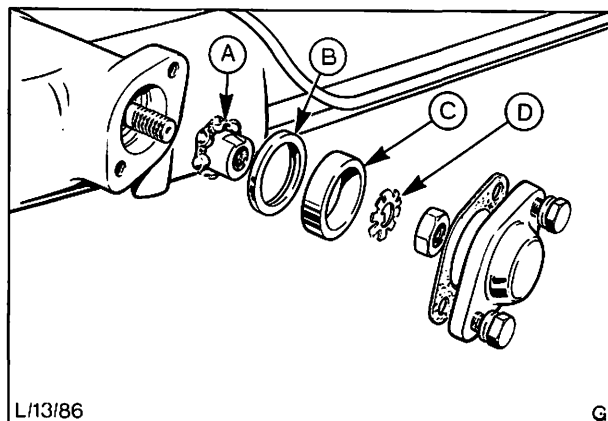

Abb. 26 A = Lager
8. Unteren Ritzellagerdeckel mit Dichtung aus dem Gehäuse ausbauen (2 Schrauben), Abb. 26.